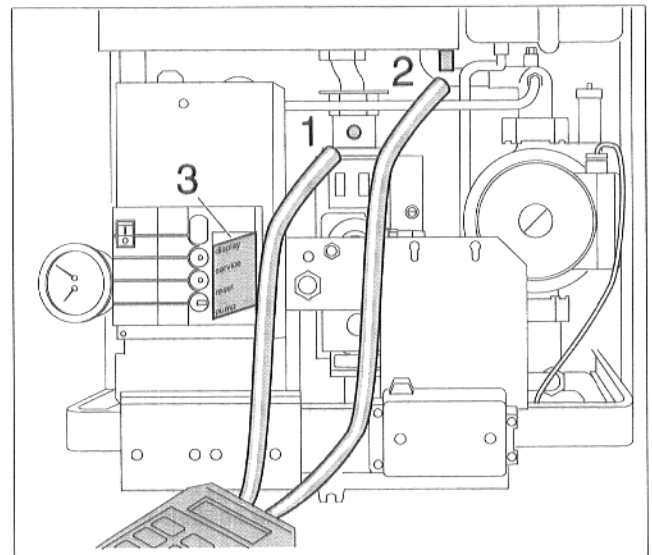

Abb. 34 Meßnippel für Brennerdruck
- Verschlußschraube des Meßnippels (Abb. 34, Pos. 1) zwei Umdrehungen lösen.
- Verschlußschraube der Kompensationsmeßstelle (Abb. 34, Pos. 2) zwei Umdrehungen lösen.
- Abdeckung der 2. Bedienebene entfernen (Abb. 34, Pos. 3).